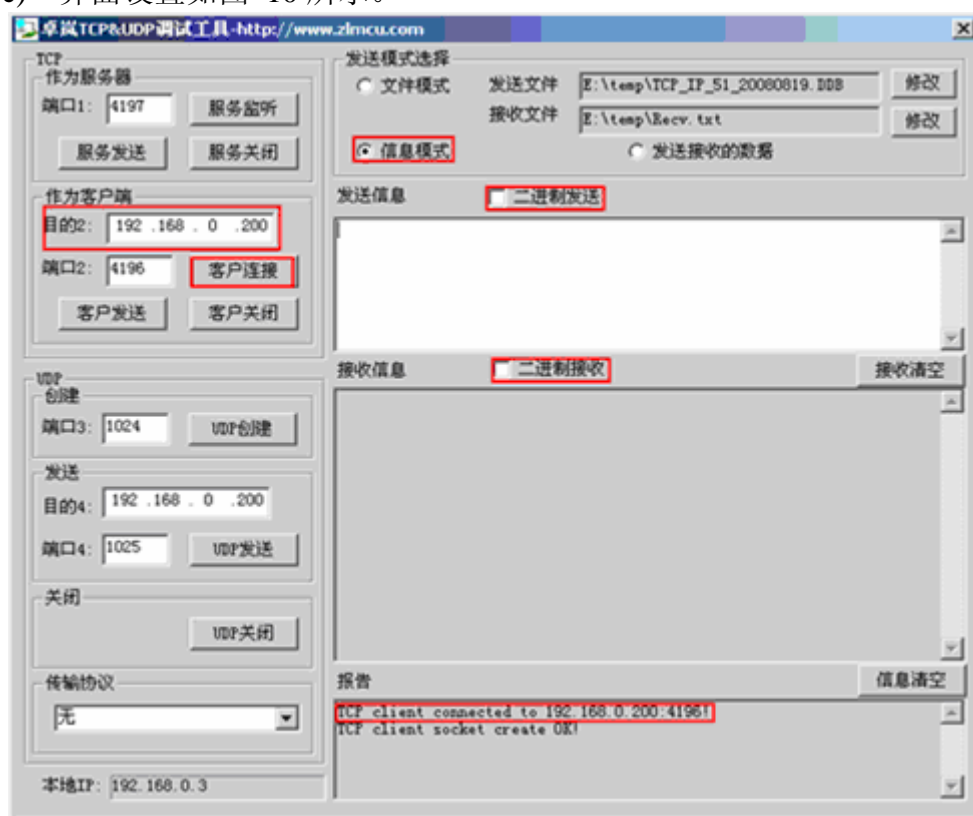

图 10 SocketTestDlg 的设置
a) 运行 SocketTestDlg 程序，见图 10。在“目的 2”输入框中输入设备 IP，这里为 192.168.1.200。
- c) 界面设置如图 10 所示。